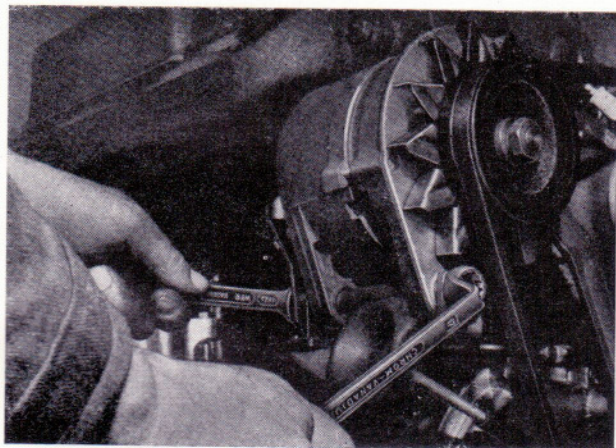

Bild 25
- Halteschraube am Lichtmaschinenhalter lösen, den Bolzen aber in der Halterung belassen (Bild 25).